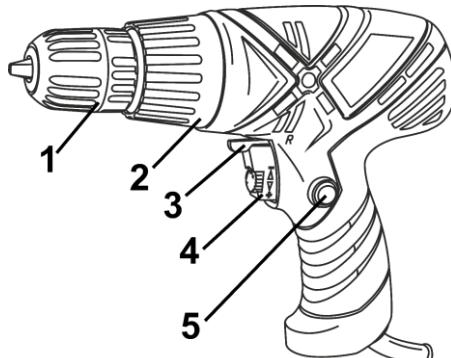

Рисунок 1
4.1 Встановіть необхідний крутний момент за допомогою кільця регулятора моменту затягування (2) (див. рисунок 1).
4.3 Для увімкнення виробу натисніть на курок вимикача (4) (рисунок 1). Для відключення виробу слід курок відпустити. Регулювання швидкості обертання патрона здійснюється ступенем натискання на клавішу вимикача.